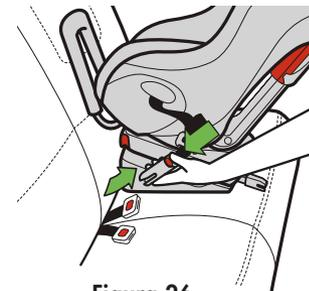

Figura 26
- Mantenga oprimido el botón rojo de soltar al mismo tiempo que tira de los conectores LATCH a presión para la posición viendo hacia atrás como se muestra en la **Figura 26**.